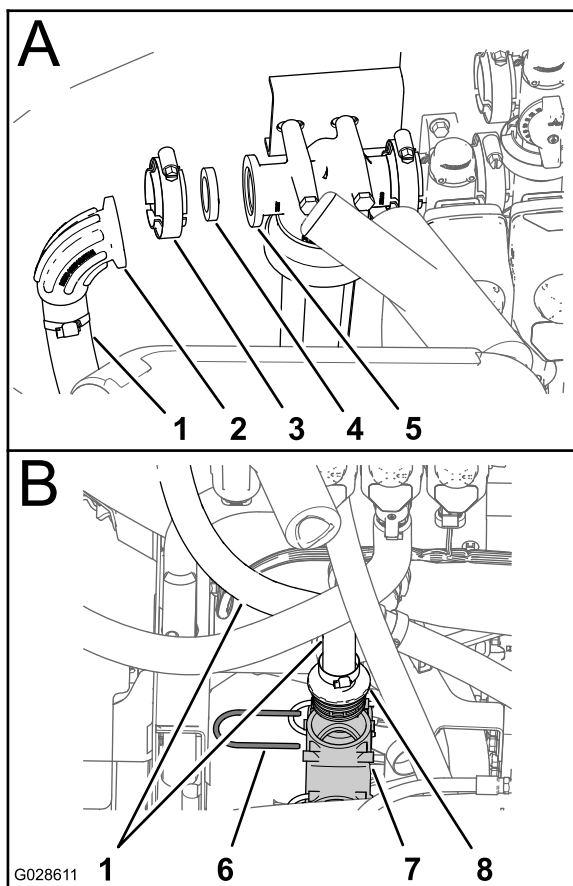

図 17
1. 圧力フィルタヘッドからフランジクランプ、ガスケット、エルボ、入口 インレット ホースを外す 図 17 の A。
2. インレットホースのバーブ付きストレートフィッティングをスプレーヤの下側T字フィッティングに固定しているリテーナを外してインレットホースを機体から取り外す 図 17 の B。